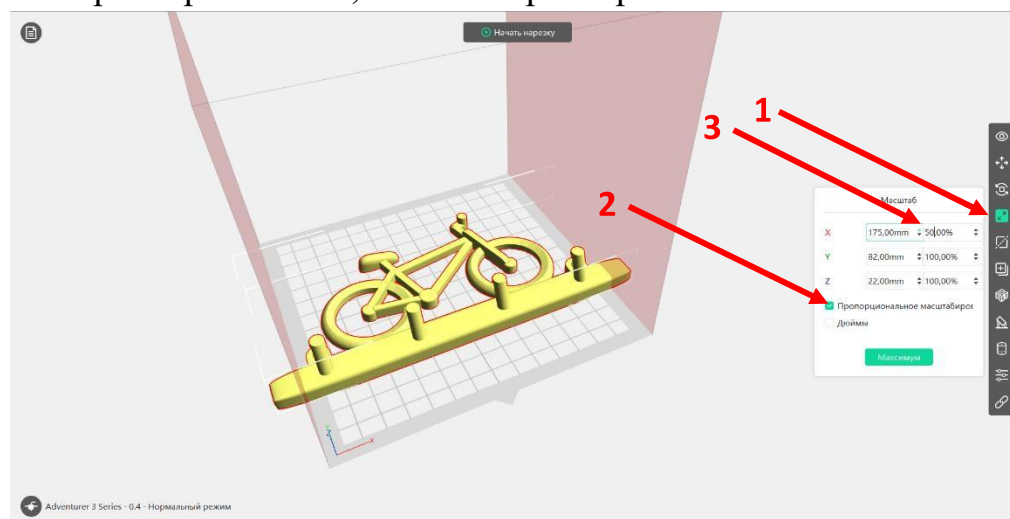

Рис.5. Изменение масштаба модели
2) В меню «Работа с объектом» выбрать «Масштаб» (рис.5).